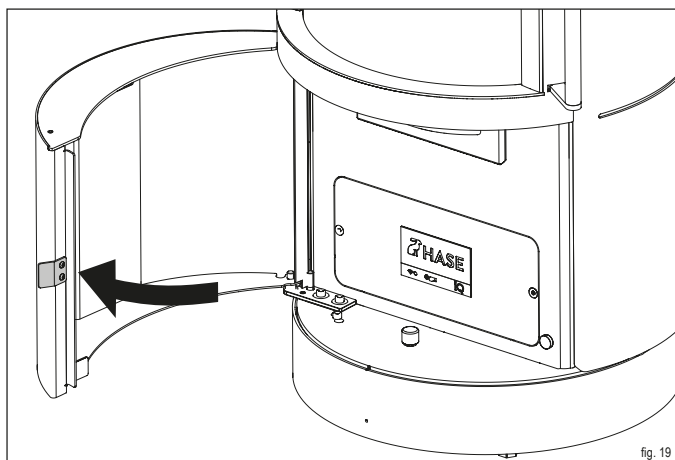

fig. 19
- ▶ Aprire lo sportello di controllo (fig. 19).